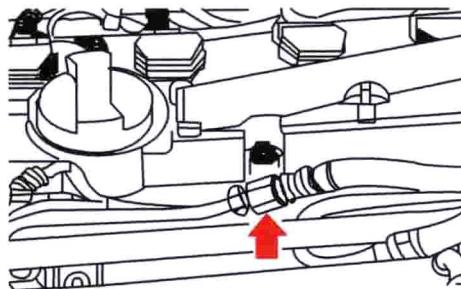

图 1-2 将燃油压力表 VAG 1318 连接到燃油进油管总管
6) 关闭点火开关，拔下油泵熔丝 S228 后，再进行燃油卸压，将燃油压力表 VAG 1318 可靠连接到燃油进油管总管上（图 1-2），发现燃油管路内没有燃油，插上油泵熔丝 S228，起动起动机并观察燃油压力表指针，此时燃油表指针没有上升情况（正常应该升至 $3 \times 10^5 \sim 4 \times 10^5 \text{ Pa}$ ）。因此，基本可以判断为发动机燃油供给系统故障。